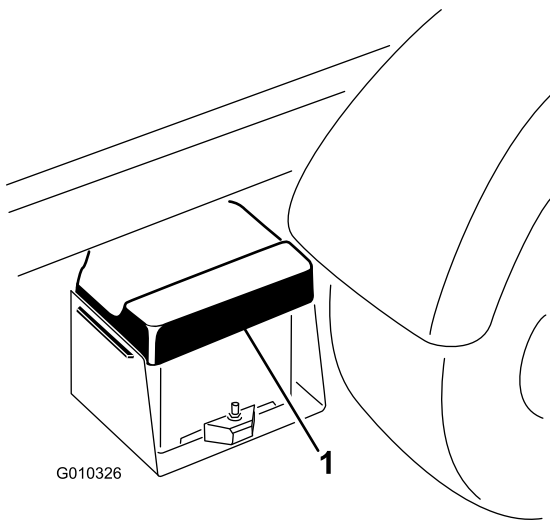

Figura 5
1. Aperte a tampa da bateria para libertar as patilhas da base da bateria (Figura 5).
2. Retire a tampa da bateria da base (Figura 5).
6. Alinhe a tampa da bateria na base da bateria (Figura 5).
7. Aperte a tampa da bateria, alinhe as patilhas com a base da bateria e solte a tampa (Figura 5).